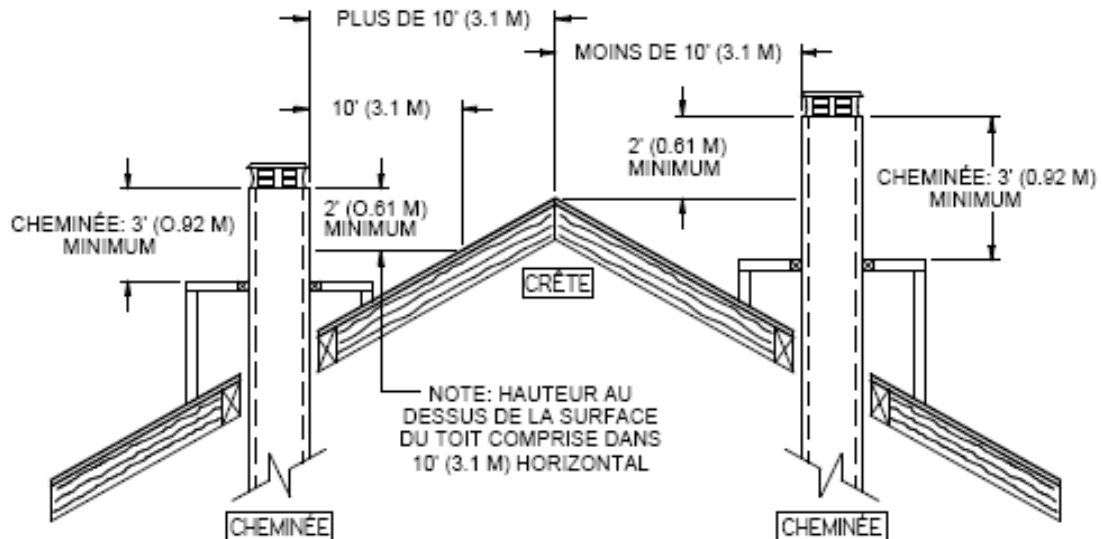

Figure 31a
12. Lorsque vous construisez un habillage de cheminée sur le toit, la cheminée doit dépasser d'au moins 3 pieds (92 cm) au-dessus de l'habillage de cheminée et d'au moins 2 pieds (61 cm) tout mur, toit ou édifice situé à moins de 10 pieds (3,1 m). Consultez les figures **Figure 31a** et **31b** pour déterminer la configuration qui s'applique à votre toit (toit en pente ou plat et distance entre la cheminée et le point le plus élevé du toit et/ou la cheminée la plus proche.)